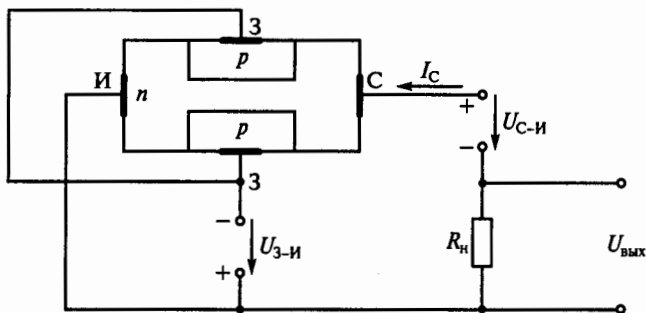

Рис. 185
**7.24.** В каком направлении включены  $p$ — $n$ -переходы затвора полевого транзистора на рис. 185?